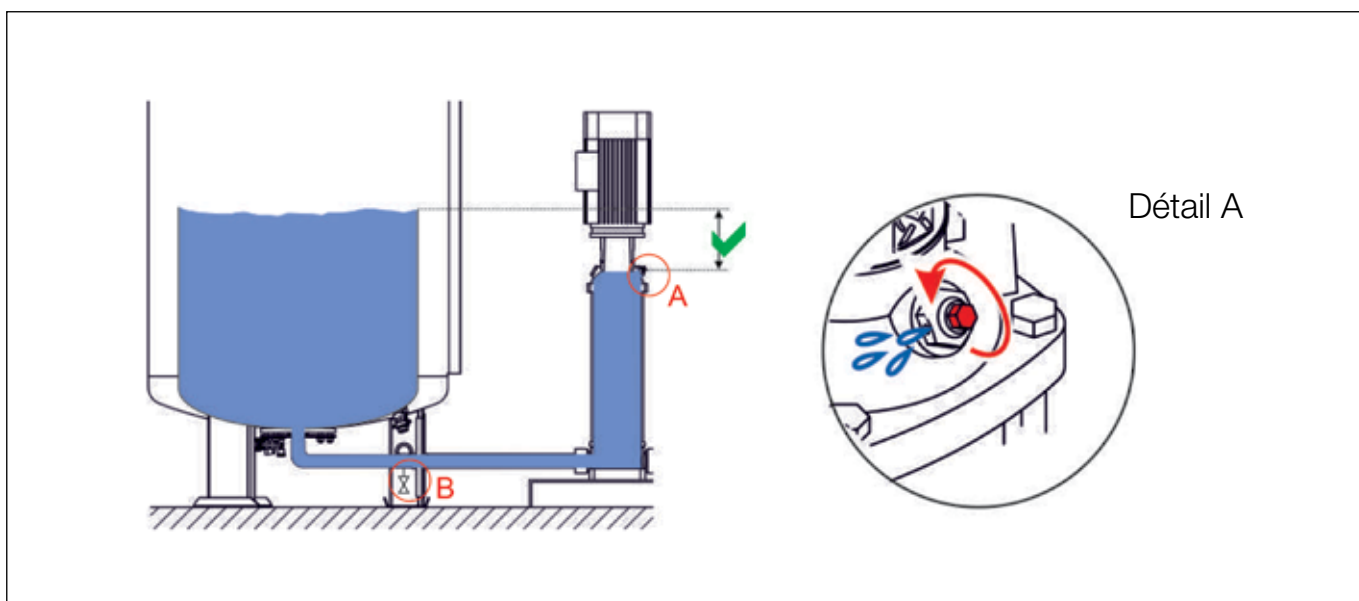

Figure 15 : Soupape de purge de la pompe de maintien de pression
- Pour les appareils sans module de réalimentation MCF intégré, la cuve doit être remplie (par exemple au moyen du robinet de remplissage et de vidage au niveau du raccord de l'EG-M - voir figure 15, détail B) jusqu'à ce qu'un jet continu de fluide de service s'écoule par la soupape de purge de la pompe (détail A). Si nécessaire, réduire au préalable la pression de travail supérieure réglée en usine sur la soupape de pression constante, sinon la pression présente dans l'installation augmentera trop (à un niveau supérieur à la pression de travail supérieure souhaitée).